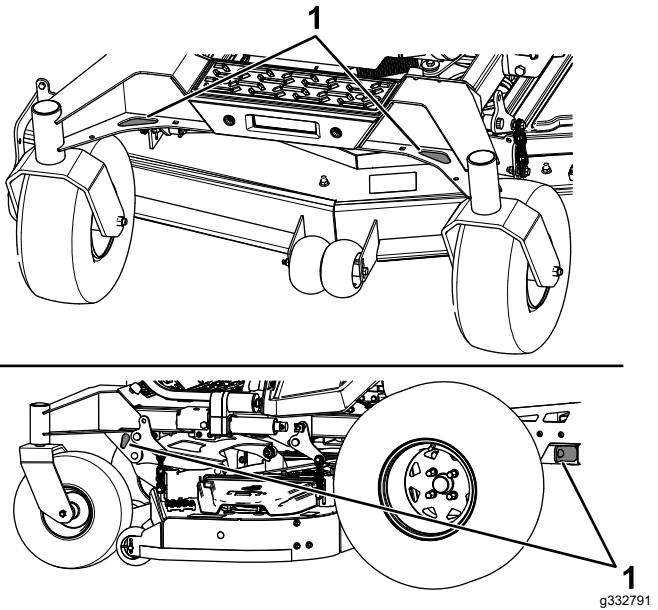

Bild 40
6. Vergurten Sie die Maschine in der Nähe der vorderen Laufräder und dem hinteren Rahmen mit Riemen, Ketten, Kabeln oder Seilen (Bild 40). Ziehen Sie in Bezug auf Anforderungen für Befestigungen geltende Vorschriften zurate.